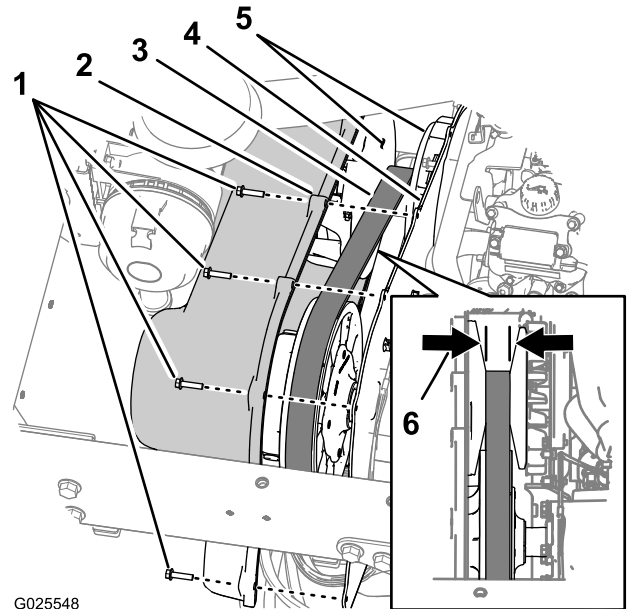

Figura 73
1. Retire los 9 pernos de cabeza hexagonal con arandela prensada (1/4" x 1") que sujetan la cubierta de la transmisión a la placa de montaje de la transmisión (Figura 73).
2. Mueva la cubierta hacia adelante hasta que pueda ver la correa de transmisión (Figura 73).
3. Inspeccione las caras cónicas del embrague primario en busca de señales de daños (Figura 73).
4. Compruebe la correa de transmisión en busca de dientes dañados o ausentes (Figura 73).
5. Mida y anote la anchura de la correa (Figura 73).
Nota: Si la anchura de la correa es de 29,5 mm o menos, cambie la correa (Figura 73).
6. Alinee los taladros de la cubierta de la transmisión con los taladros de la placa de montaje (Figura 73).
- Sujete la cubierta a la placa de montaje (Figura 73) con los 9 pernos de cabeza hexagonal ($\frac{1}{4}$ " x 1") que retiró en el paso 1, y apriete los pernos a 10,2–12,4 N·m.